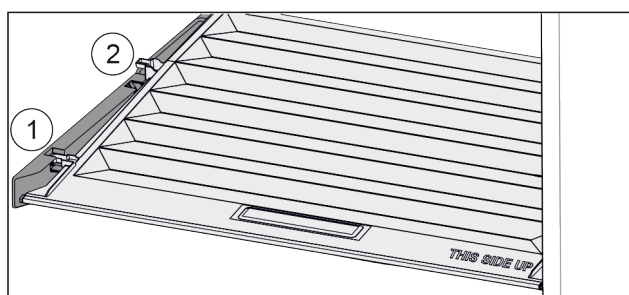

Fig. 43
- ▶ Trageți capacul în față Fig. 43 (1) până la orificiul din piesele suportului.
- ▶ Ridicați în spate de jos și scoateți Fig. 43 (2) în sus.